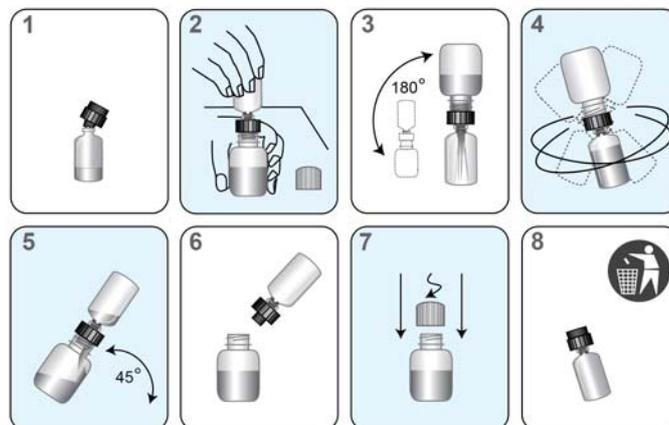

Рисунок 1. Процесс восстановления
- b. Плотно вставьте зазубренный конец манжеты для восстановления в отверстие стеклянной пробирки (Рисунок 1, шаг 1).
- d. Удерживая пластиковый флакон на столе, плотно вставьте другой конец манжеты для восстановления в отверстие флакона (Рисунок 1, шаг 2).
- e. Переверните флакон и пробирку в сборе. Позвольте раствору стечь в стеклянную пробирку (Рисунок 1, шаг 3). Объем жидкости должен превышать объем стеклянной пробирки, в связи с чем часть жидкости остается в манжете для восстановления.
- f. Аккуратно вращайте раствор в пробирке, тщательно перемешивая его (Рисунок 1, шаг 4).
- h. Переверните флакон и пробирку в сборе (Рисунок 1, шаг 5). Позвольте всей жидкости стечь обратно во флакон.
- i. Снимите манжету для восстановления и стеклянную пробирку (Рисунок 1, шаг 6).
- j. Верните крышку на пластиковый флакон (Рисунок 1, шаг 7).
- m. Утилизируйте манжету для восстановления и стеклянную пробирку (Рисунок 1, шаг 8).